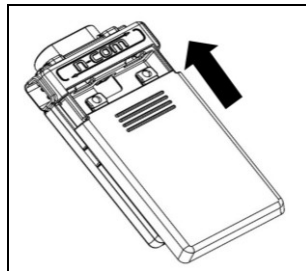

Fig. 3
- Sluit de doos vervolgens (Fig. 3).